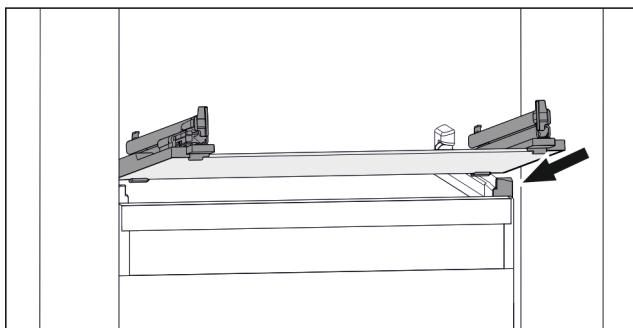

Fig. 112 Примерно изображение на стъклена плоча
- Поставете стъклена плоча под ъгъл зад ограничителите. (виж Fig. 112)